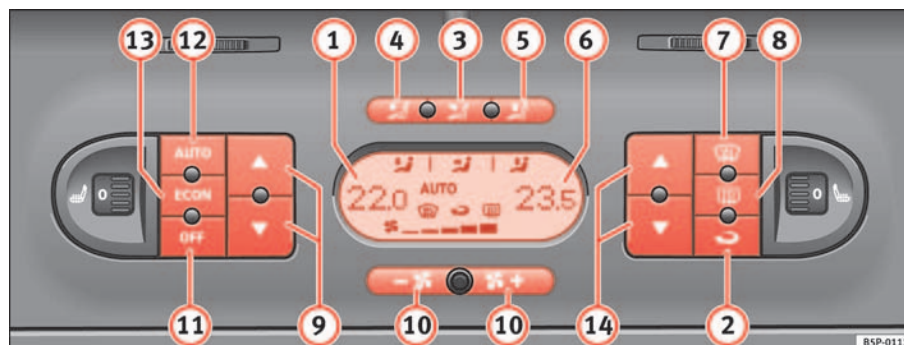

Fig. 126 Comandos do Climatic 2C no painel de instrumentos
- Prima as teclas de regulação da temperatura ⇒ página 155, fig. 126 ⑨ ou ⑭ para ajustar a temperatura do lado esquerdo e direito, respectivamente.
- Prima o botão  ⇒ página 155, fig. 126. Surge «AUTO»no visor.